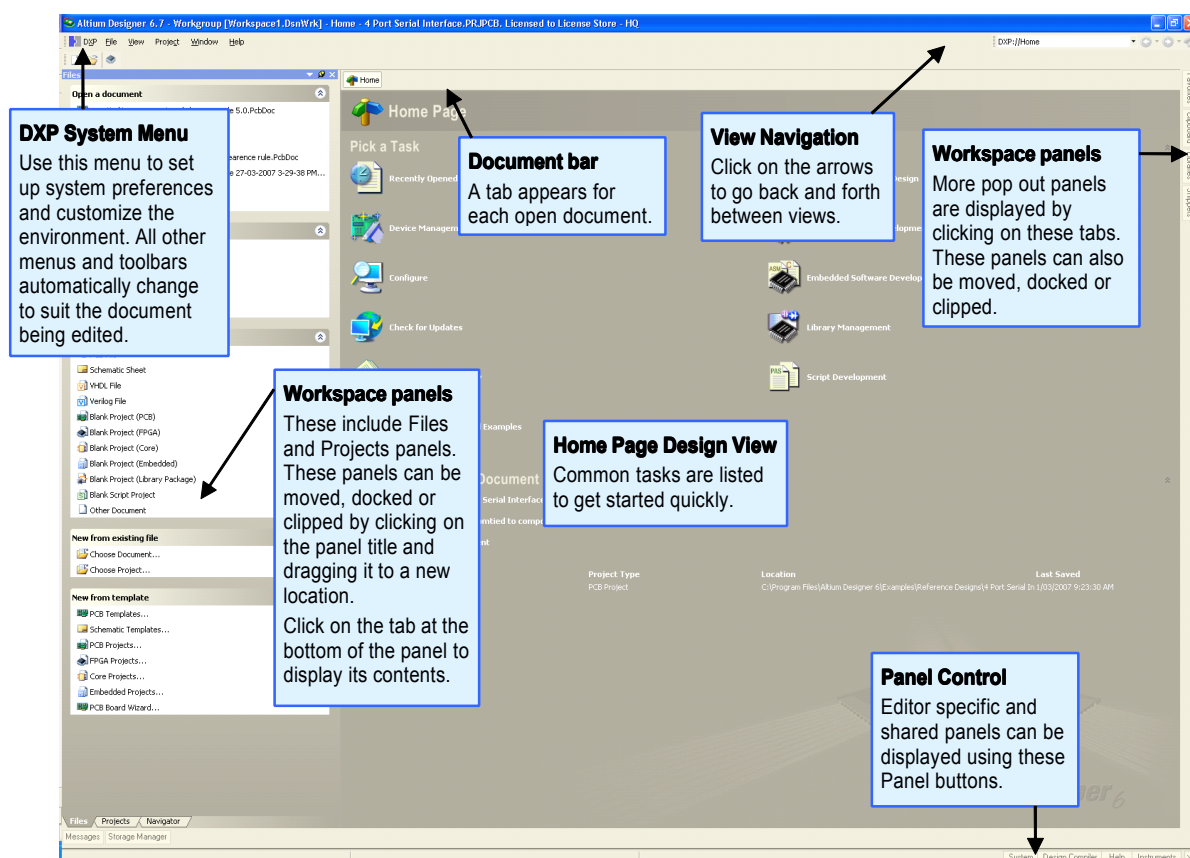

Figure7. Altium Designer，DXP Home Page 已打开。
- Altium Designer 主要文档编辑区域，如图 7 右边所示。